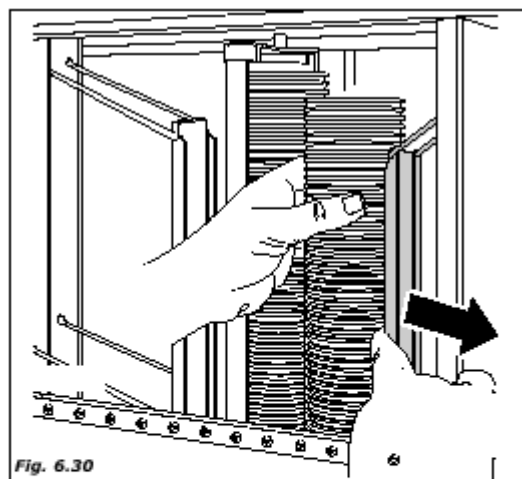

Fig. 6.30
- вставьте другую стопку чашек справа от первой, нажав на выталкиватель (рис. 6.30)